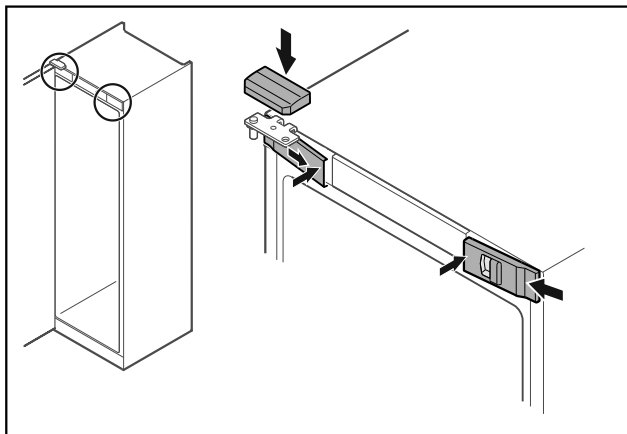

Fig. 47
- ▶ Voorste afdekkingen Fig. 47 (1) zijdelings aanbrengen en van binnen vastklikken.
- ▶ Bovenste afdekking Fig. 47 (2) van boven vastklikken.